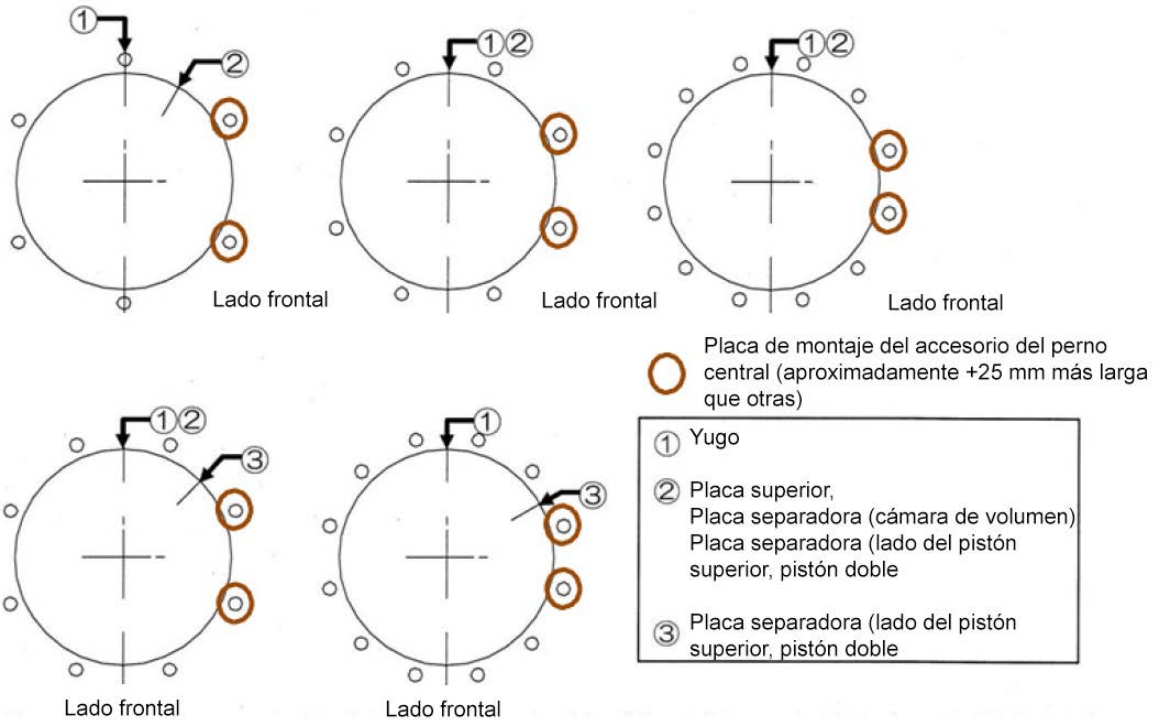

Figura 17 - Posicionamiento del perno central
10. Reemplace el rascador de varillas (34) con una pieza nueva. Cubra el rascador de varillas con silicona (o equivalente).
11. Reemplace la unidad del resorte, el tubo del resorte (7), la placa separadora (13), el submontaje del pistón (15).
12. Reemplace la junta tórica (21) en la placa superior (17) y la junta tórica (21) y el anillo guía (16) en la placa del pistón S/A (15) con piezas nuevas. Cubra las juntas tóricas y el anillo guía con grasa de silicona (o equivalente).
13. Reemplace el tubo del cilindro (14) y la placa superior (17) con solo movimiento axial. Cubra la superficie interna del tubo del cilindro con grasa de silicona.
14. Asegúrese de que las posiciones de las conexiones de aire sean correctas. Inserte los pernos centrales en los orificios de la placa superior y el yugo. Monte las arandelas de resorte y las tuercas y apriételas ligeramente a mano. Monte las arandelas de resorte y las tuercas en la parte inferior del yugo a mano. Asegúrese de que la posición de los pernos centrales (aproximadamente +25 mm más largos que otros) para la placa de montaje de accesorios, si está equipada, cumpla con la Figura 17.